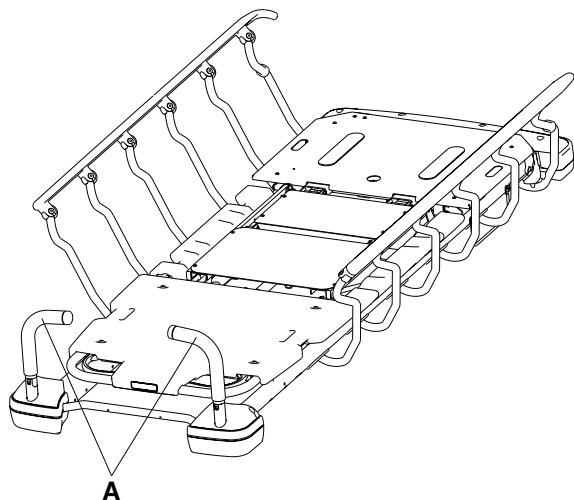

Рисунок 9 – Изменение положения ручек для толкания головного конца
1. Поверните ручки (A) вверх от головного конца изделия (Рисунок 9).